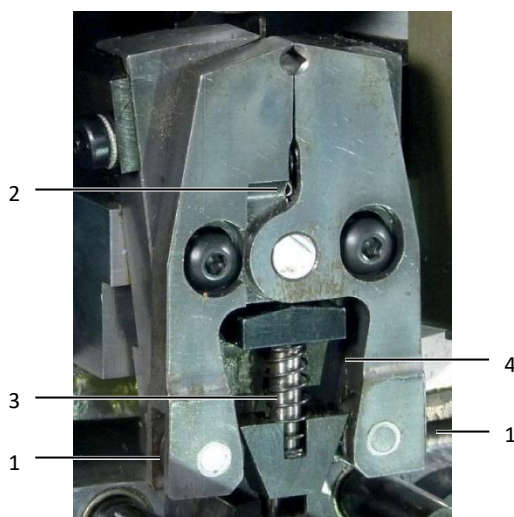

Fig. 26: Crimpværktøj
- Kontrollér, om løberullerne (fig. 26, pos. 1) på crimpværktøjet går let.
- Kontrollér, om løberullerne (fig. 26, pos. 2) på tylleholdetangen går let.
- Smør tulleholdeenhedens styrestift (fig. 26, pos. 3) med olie.
- Smør tulleholdeenhedens løbeflader i siden (fig. 26, pos. 4) med olie.